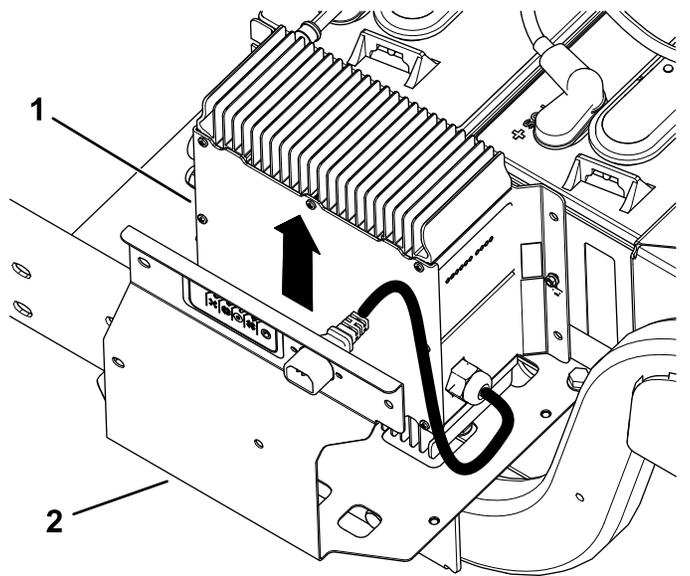

図 5
2. 充電ブラケットからチャージャーと充電ケーブルを取り外す 図 5。